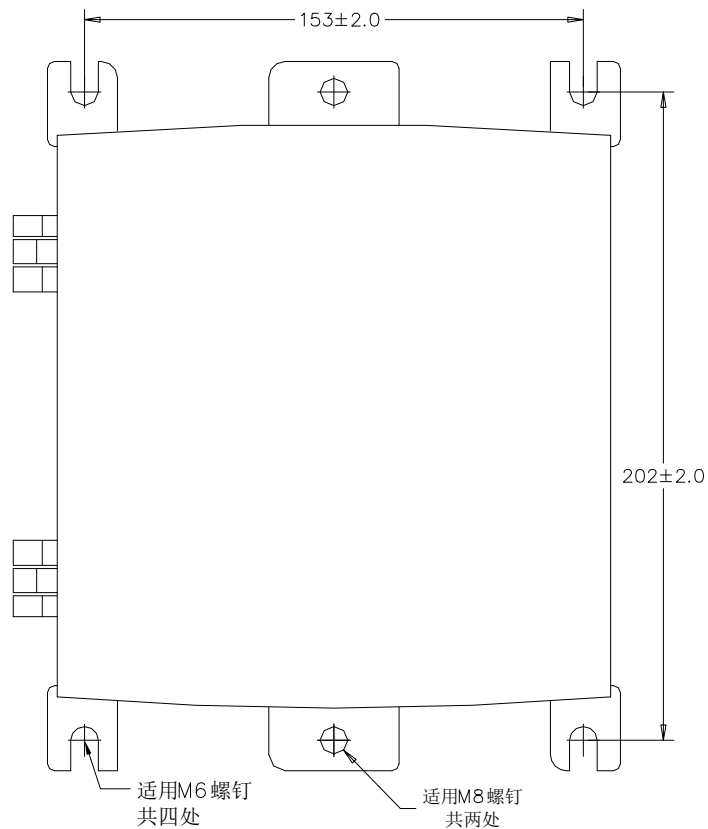

图 2-9 变送器安装图
- 为变送器的开启和维护保留出足够的空间，变送器安装具体尺寸如图 2-9 所示；